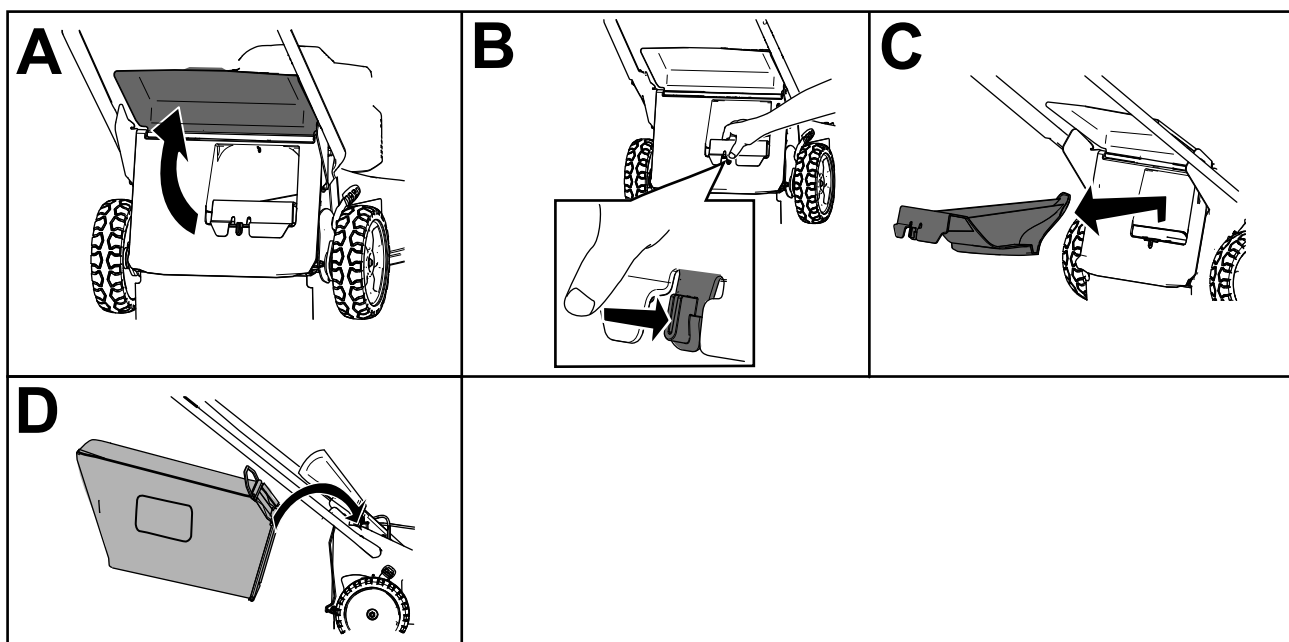

Figura 18
**Nota:** Per sbloccare il coperchio posteriore, ruotate la leva sul coperchio verso destra (Figura 18).
3. Sollevate il deflettore posteriore e tenetelo sollevato (A di Figura 18).
4. Rimuovete il coperchio di scarico posteriore premendo il fermo con il pollice ed estraendo il coperchio dalla macchina (B e C di Figura 18).
5. Installate le estremità dell'asta del cesto nelle tacche alla base della stegola e spostate il cesto avanti e indietro per accertare che le estremità dell'asta del cesto siano posizionate in fondo a entrambe le tacche (D di Figura 18).
3. Rimuovete l'asta sul cesto di raccolta dalle tacche alla base della stegola (A di Figura 18).
4. Installate il coperchio di scarico (B di Figura 18).
5. Abbassate il deflettore posteriore (C di Figura 18).